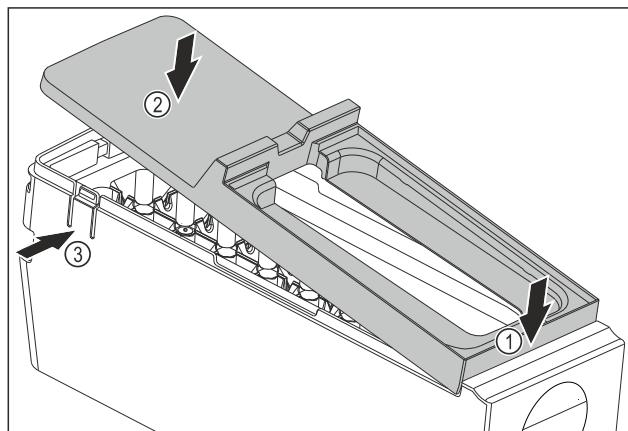

Fig. 215
- Встановіть кришку корпусу EasyTwist-Ice: Прикріпіть кришку спереду. Fig. 215 (1)
- Опустіть кришку ззаду. Fig. 215 (2)
- Кришка зі звуком фіксується в обох виступах Fig. 215 (3).